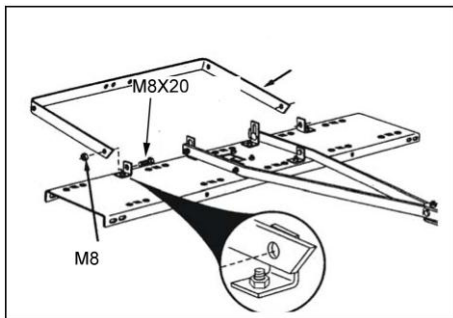

Figur 3
4. Fäst dragarmarna på utsidan av de två små främre vinkelfästen med två bultar (M8x20) och låsmuttrar (M8). Dra inte åt dem helt än. Fäst sedan dragarmarna på utsidan av de två stora vinkelfästen med två bultar (M8x20) och två muttrar (M8), se figur 3. Dra inte åt helt än.